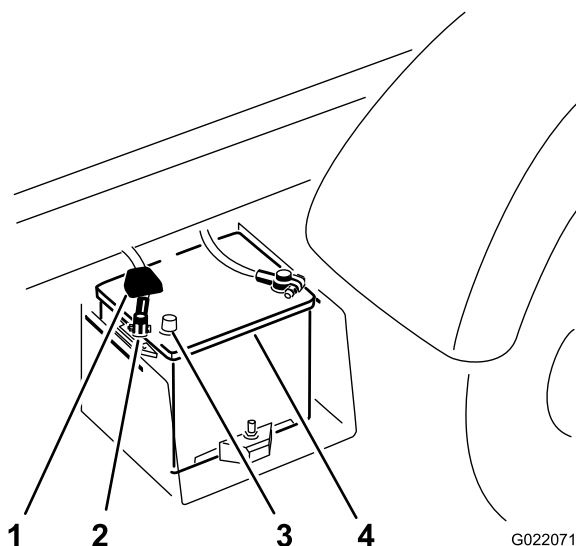

Figura 11
- C. Scollegate il morsetto del cavo positivo della batteria dal polo della batteria (Figura 11).
A. Collegate il cavo positivo della batteria alla batteria (Figura 11).